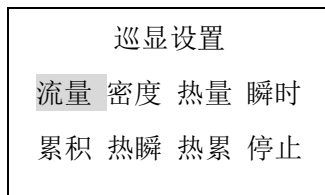

图 13
按“选项”键选择通信项目，按“设定”键后会出现图 13 画面，本机地址和波特率用来定义本仪表和上位机通信时的参数，波特
g. 巡显设置（见图 13）